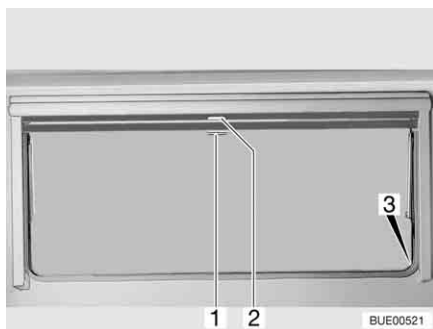

Fig. 61 Ventana abatible
- Tirar del asidero (Fig. 61,2) de la persiana oscurecedora enrollable hacia abajo. Cuando la persiana oscurecedora enrollable se cierre por completo, encajarla en el bloqueo (Fig. 61,3) a ambos lados del marco de la ventana.
- Cuando la persiana oscurecedora enrollable está completamente cerrada: Presionar el tirador (Fig. 61,2) hacia abajo y tirarlo ligeramente hacia dentro. Desenganchar la persiana oscurecedora enrollable de los bloqueos a izquierda y derecha del marco de la ventana.
- Cuando la persiana oscurecedora enrollable se encuentre en una posición intermedia: Tirar ligeramente del asidero (Fig. 61,2) hacia abajo, hasta que se hay soltado el bloqueo.
- Tirar hacia abajo de la mosquitera enrollable (Fig. 61,1) y engancharla en el bloqueo (Fig. 61,3) a ambos lados del marco de la ventana.
- Presionar el tirador (Fig. 61,1) hacia abajo y tirarlo ligeramente hacia dentro. Desenganchar la mosquitera enrollable de los bloqueos a izquierda y derecha del marco de la ventana.